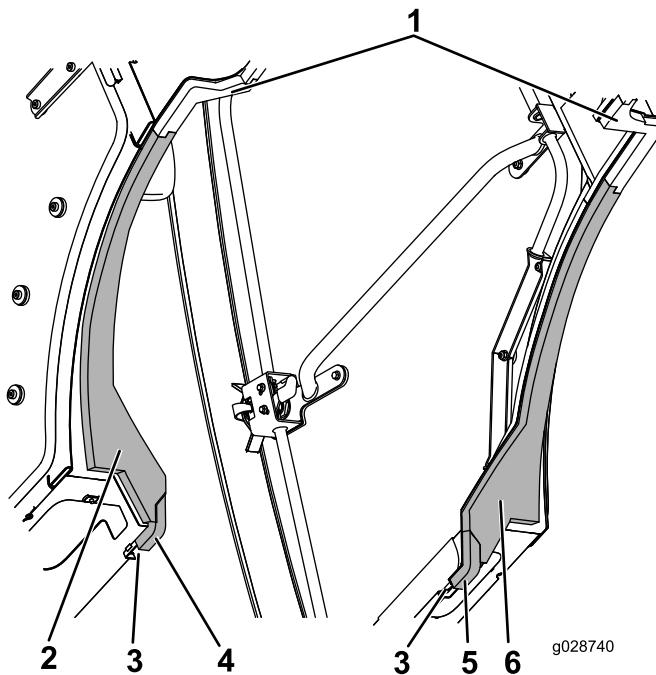

Figura 60
- 4. Allineate i bordi più interni dei componenti del serbatoio sinistro e del serbatoio destro in schiuma sintetica con i componenti intermedi destro e sinistro in schiuma sintetica e interbloccate le linguette (Figura 60).
5. Premete il bordo anteriore dei componenti laterale destro e laterale sinistro in schiuma sintetica contro il canale e interbloccate il bordo posteriore angolato dei componenti laterali in schiuma sintetica con i componenti del serbatoio in schiuma sintetica (Figura 60).